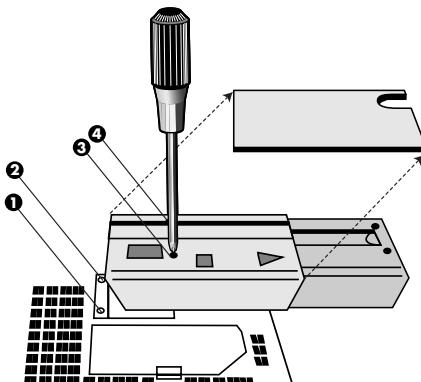

Figure S.2
4. Enlevez le couvercle des câbles. Enlevez les 4 vis fixant le moniteur au support et retirer l'ensemble support (**figure S.2**). Vous pouvez à présent modifier le montage du moniteur.